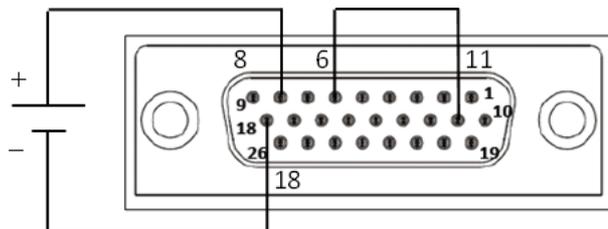

図9-4 外部電圧印加による出力電力のリモートアナログプログラミングの接続
2. 図9-4に示すようにJ1コネクタの配線を行い、ACパワースイッチをONにしてください。